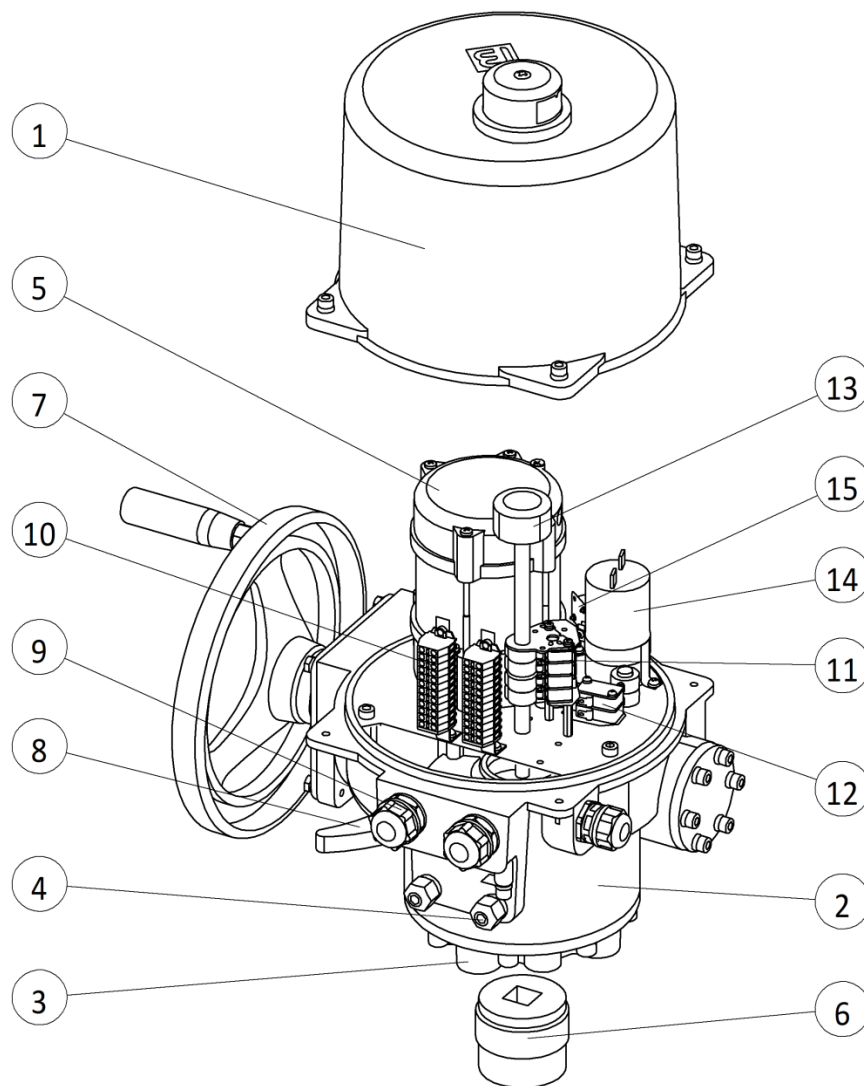

Рисунок 1 – Общий вид электропривода
Шкала указателя положения (поз.13 рисунок 1) позволяет визуально контролировать положение запорного органа арматуры.
- сделать переключение рычагом переключения ручного режима (поз.8 рисунок 1).
- Поворот выходного вала привода производится вращением штурвала (поз.7 рисунок 1). При вращении штурвала по часовой стрелке, электропривод закрывает арматуру, при вращении против часовой стрелки открывает.